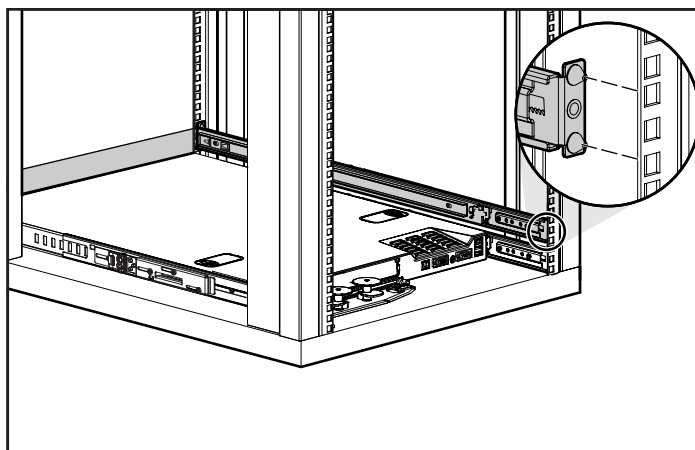

Figure 4-5. Alignement des broches d'alignement arrière du rail fixe avec les trous arrière (vue arrière)
10. Insérez les broches d'alignement arrière dans les trous arrière, et dégagez le rail (Figure 4-5). Placez le dispositif de verrouillage des glissières en position verrouillée pour maintenir et fixer le rail universel (Figure 4-6).